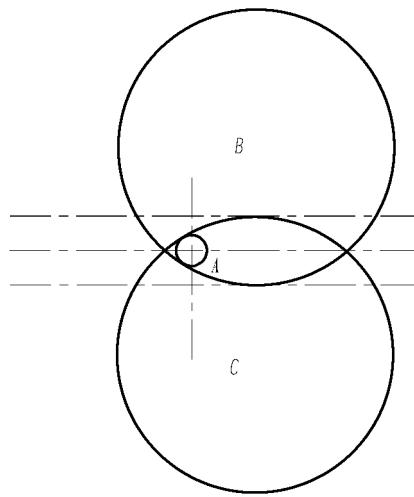

图 2-35 绘制圆 B 和圆 C
(7) 由于手柄是由相切圆弧组成的, 因此, 在绘制时可以选择“绘图”|“圆”|“相切、相切、半径”命令, 分别绘制与圆 A 和两条水平辅助线相切, 半径为 52 的圆 B 与 C, 如图 2-35 所示。